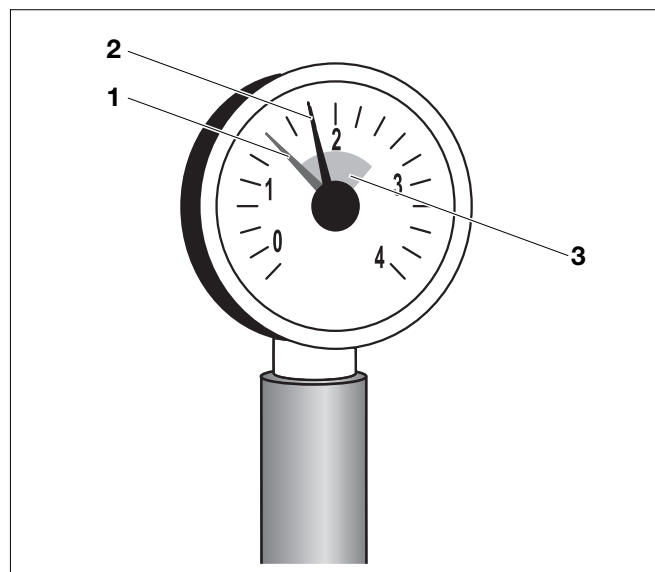

Fig. 4 Manometro per impianti chiusi
In caso di impianti chiusi l'indicatore del manometro (fig. 4, **pos. 2**) deve trovarsi all'interno del campo verde (fig. 4, **pos. 3**).
La lancetta rossa (fig. 4, **pos. 1**) del manometro deve essere regolata sulla pressione necessaria per l'impianto. L'installatore imposterà per voi la pressione necessaria.
- Verificare che l'indicatore del manometro (fig. 4, **pos. 2**) si trovi all'interno della tacca verde (fig. 4, **pos. 3**).
Se la lancetta del manometro (fig. 4, **pos. 2**) scende al di sotto della zona verde (fig. 4, **pos. 3**), la pressione dell'acqua nell'impianto è troppo bassa. Dovete reintegrare la perdita d'acqua di riscaldamento, con acqua di rabbocco.
- Rabboccare acqua attraverso il rubinetto di carico e scarico fino a che la lancetta del manometro (fig. 4, **pos. 2**) rientra nel campo verde.